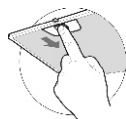

рис. 5
8.3 Для очистки алюминиевого фильтра извлеките его из вытяжки (рис. 5) и произведите очистку с помощью щетки горячим водным раствором нейтрального моющего средства вручную или в посудомоечной машине (при 60°C). Сильно загрязненный фильтр не следует мыть в посудомоечной машине вместе с посудой.
- перед установкой вытяжки снимите алюминиевый фильтр (фильтры), для этого нажмите на пружинный замок на фильтре и потяните его вниз и на себя (рис. 5);